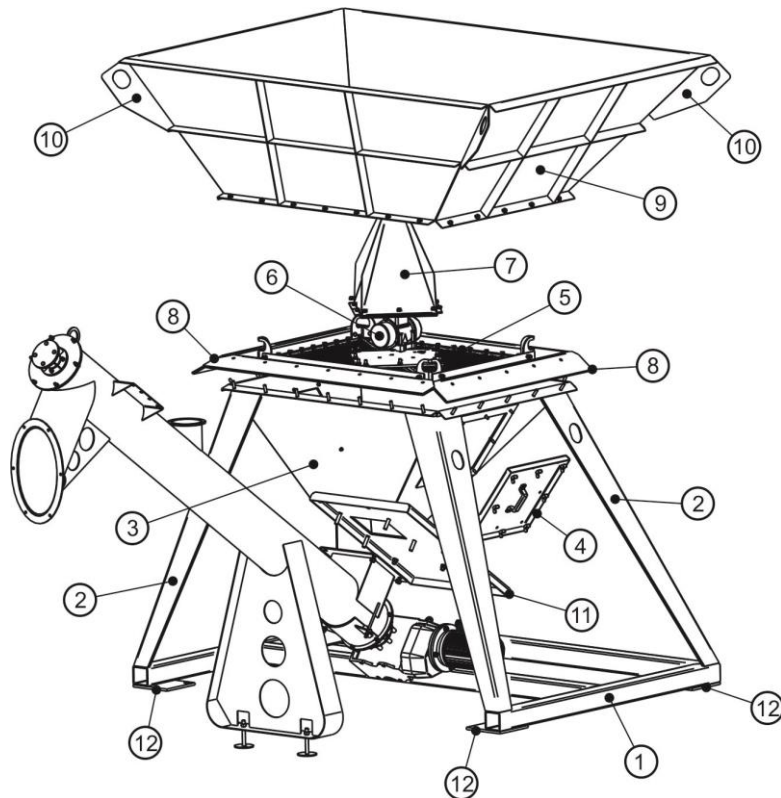

Рис.15 Бункер сырья
Бункер сырья (Рис.15) состоит из: рамы (1), опор (2), нижней (несъемной) части емкости (3), в боковых стенках которой имеются люки обслуживания, закрытые крышками (4). На отбортовке нижней (несъемной) части емкости (3) установлена решетка просеивания, которая в свою очередь состоит из перфорированных элементов (5), в центре которых установлен электромеханический вибратор (6) ИВ-99Б. Вибратор закрыт защитной пирамидой (7), которая также может выполнять функцию разрывателя дна мягких контейнеров типа «Биг-Бэг». По краям перфорации (5) закреплена резиновая полоса (8), служащая для предотвращения передачи вибрации на раму (1) и опоры (2) бункера. На отбортовке нижней (несъемной) части емкости (3) установлена верхняя (съемная) часть емкости (9) с петлями – проушинами (10), служащими для транспортировки и кантовки конструкции. Внизу нижней (несъемной) части емкости (3) расположен плоский затвор (11) с реечным механизмом открывания-закрывания. В углах рамы (1) имеются площадки (12) с отверстиями для анкерования конструкции.